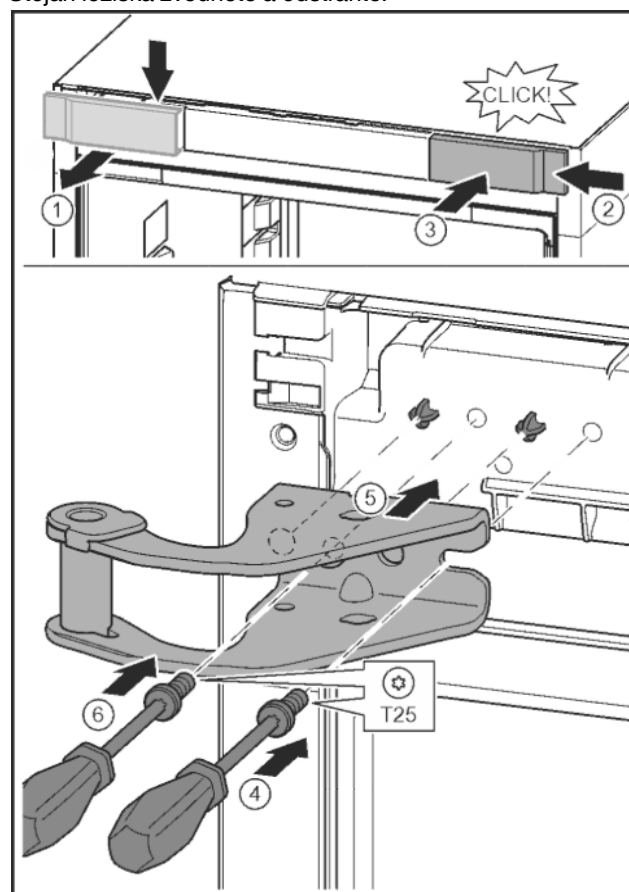

Fig. 11
- ▶ Kryt uvolněte a sejměte do strany. Fig. 11 (1)
- ▶ Kryt otočený o 180° zavěste na druhé straně zprava. Fig. 11 (2)
- ▶ Zaklapněte kryt. Fig. 11 (3)
- ▶ Šroubovákem T25 nasadte šrouby. Fig. 11 (4)
- ▶ Nasadte horní stojan ložiska. Fig. 11 (5)
- ▶ Utáhněte šroub. Fig. 11 (4)
- ▶ Šroubovákem T25 vložte šroub a utáhněte. Fig. 11 (6)